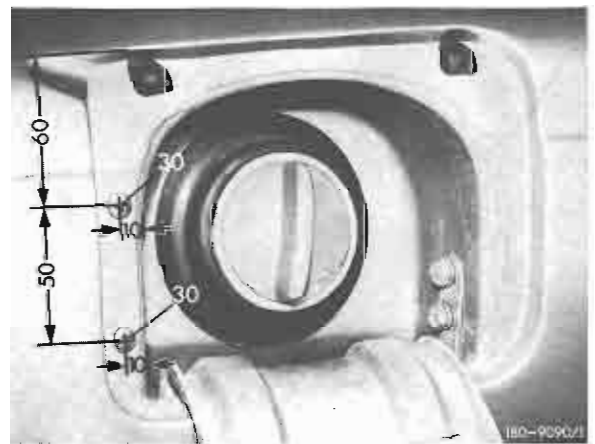
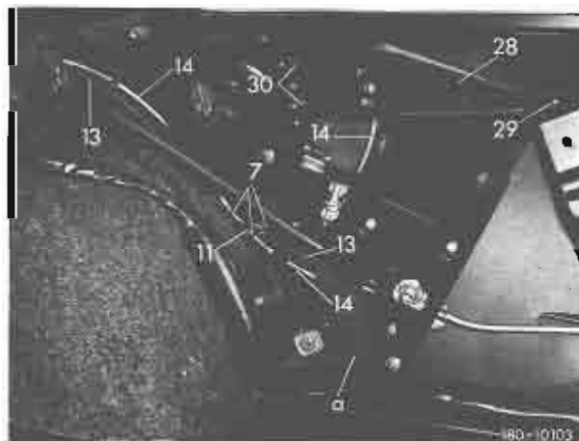

Bild 15
Bild 17
41 Beim Typ 107.02 Befestigungslöcher für den Halter des Unterdruckelementes (28) am Tank-einfüllstutzen nach Bild 15 anzeichnen und mit 4 mm Durchmesser bohren. Beim Typ 107.04 sind die Befestigungslöcher für den Halter des Unterdruckelementes serienmäßig vorhanden (Bild 17).
44 Schaltstange des Unterdruckelementes (28) in die Hülse (27) einführen. Anschließend Halter des Unterdruckelementes (28) mit den Teilen (29 und 30) anschrauben (Bild 17 und 18).
45 Die beiden Unterdruckleitungen (14) mit einem Verteilerstück (11) und drei 30 mm langen Verbindungsstücken miteinander verbinden. Anschließend beim Typ 107.04 Verteilerstück (11) mit dem Kabelband (32) befestigen (Bild 17 und 18).
50 Unterdruckleitung (14) 1550 mm lang am Verteilerstück (11) im Kofferraum anschließen (Bild 17 und 18).
51 Beide Unterdruckleitungen (13 und 14) an der rechten Seite des Kofferraumes, hinter der Abdeckung (a), wie in Bild 17 und 18 ersichtlich und durch das Heckmittelstück bis zum Heckdeckelschloß verlegen. Dazu Abdeckung (a) teilweise lösen.